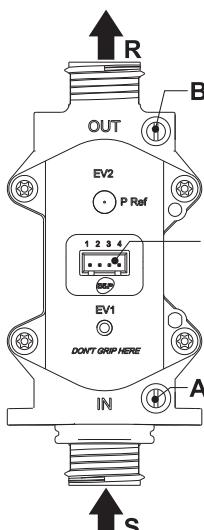

Рис. 16. Газовый клапан
1) Подключите манометр к штуцеру замера давления выходящего газа на газовом клапане (поз. «B» рис. 16).